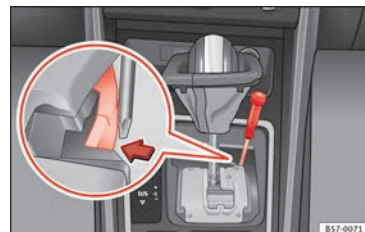

Abb. 54 Wählhebel: Notentriegeln aus der Parkstellung
- Drücken Sie seitlich mit Hilfe des Schraubendrehers auf die gelbe Entriegelungstaste und halten Sie sie gedrückt  **Abb. 54**.